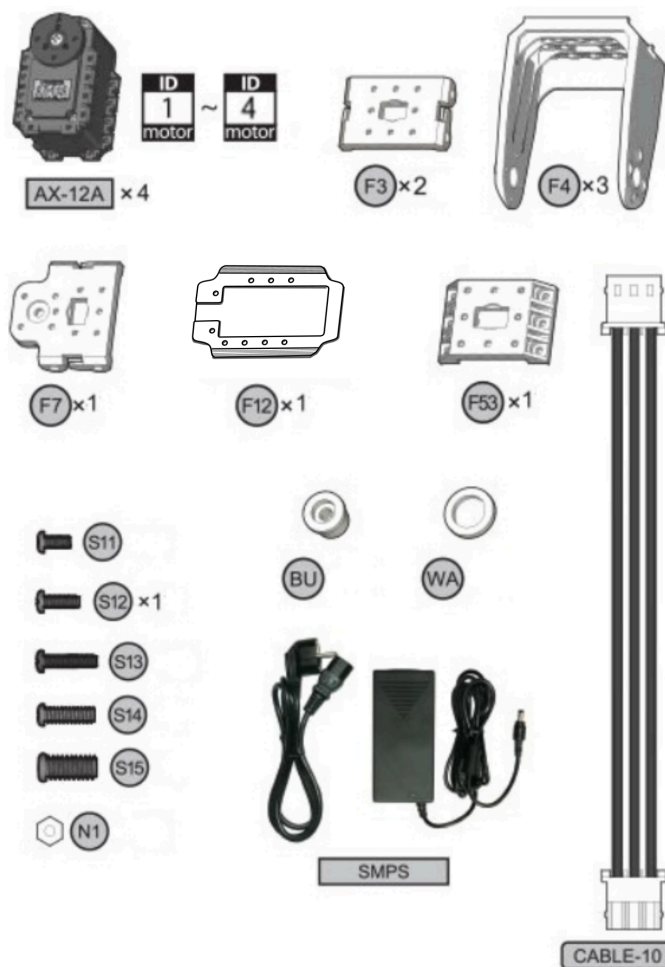

Figura 8: Piezas a utilizar en el ensamblaje del brazo robótico
En la figura 8 se muestra un catálogo de las piezas necesarias para la práctica obtenidas del kit Bioloid Premium de Robotis, dentro de ellas cabe destacar los servos Dynamixel AX-12A que tienen sensor de torque incluido.
- El conexionado eléctrico entre cada motor es serial, por lo que se conectará el cable mostrado en la figura 8 de un motor al siguiente sin importar qué conexión se utilice en el motor (izquierda o derecha)